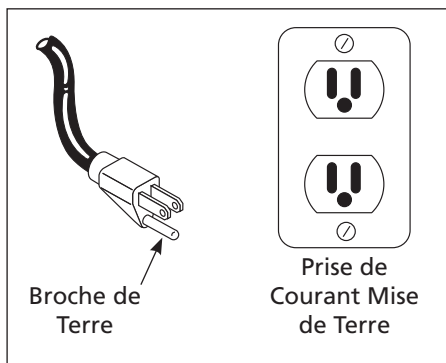

Figure 4 - Méthode de mise à la terre
Se référer à la Figure 4.
1. Ce produit est conçu pour l'utilisation d'un circuit de 120 volts et a une fiche de mise à la terre comme celle indiquée sur la Figure 4. Assurer que le modèle est branché à une prise de courant qui a la même configuration que la fiche. Ce produit doit être mis à la terre. Dans l'événement d'un court-circuit, la mise à la terre diminue le risque de secousse électrique en fournissant un fil d'échappement pour le courant électrique. Ce produit est équipé avec un cordon qui a un fil de terre avec une fiche de terre. La fiche doit être branchée dans une prise de courant qui a été installée et mise à la terre correctement en respectant tous les codes et règlements locaux.